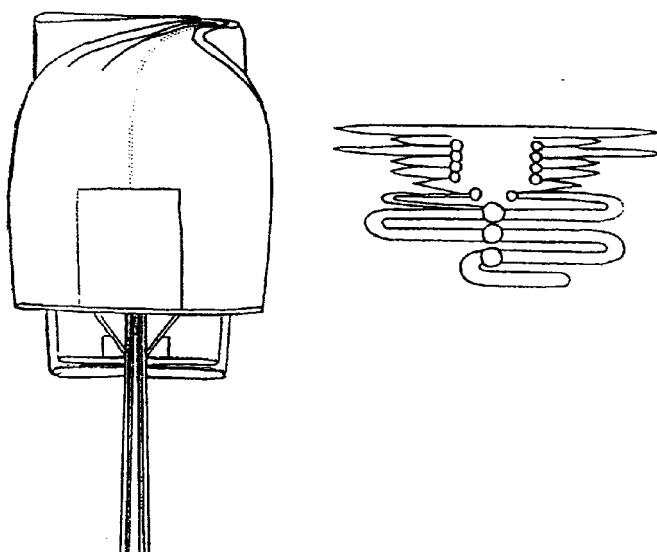

Рис. 9
6) аналогичным образом уложить левую половину купола (рис. 9).